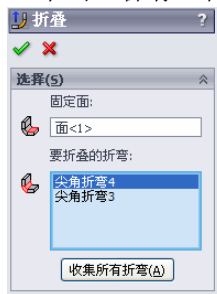

图 9-31 进行折叠操作
⑬ 折叠展开的折弯。选择菜单栏中的“插入”→“钣金”→“折叠”命令，或者单击“钣金”工具栏中的“折叠”图标，系统弹出“折叠”管理器，单击如图 9-31 所示的面作为固定表面，拾取两个折弯，单击“确定”图标，将折弯进行折叠，结果如图 9-32 所示。
⑭ 单击“保存”图标将文件保存。